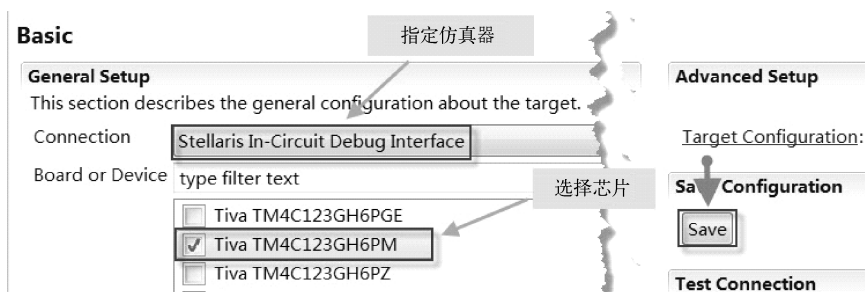

图 1-11 在 LaunchPad.ccxml 文件中指定仿真器与所用芯片
② 在 LaunchPad.ccxml 文件中指定 ARM Cortex 芯片与仿真器, 然后按右侧的 Save 按钮保存配置, 如图 1-11 所示。